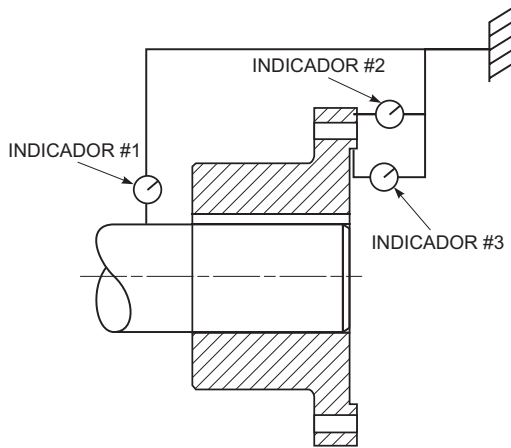

Figura 4
2. Revise la desviación de ambos ejes para asegurar que no estén doblados. Consulte la Figura 4.
- b. Monte el cubo al ras con la cara del eje. Deje enfriar el cubo antes de continuar. Consulte la Figura 4.
- c. Verifique que el cubo está correctamente colocado en el eje, luego use indicadores de cuadrante para comprobar la desviación del cubo como se muestra en la Figura 4. Verificar la desviación del cubo asegura que el cubo está correctamente montado y reducirá el movimiento del accionamiento. Asegúrese de que los valores de la desviación no superen los límites enumerados en la Tabla 1. Si la desviación es excesiva, retire el cubo siguiendo las instrucciones de remoción y vuelva a montarlo con cuidado en el eje.